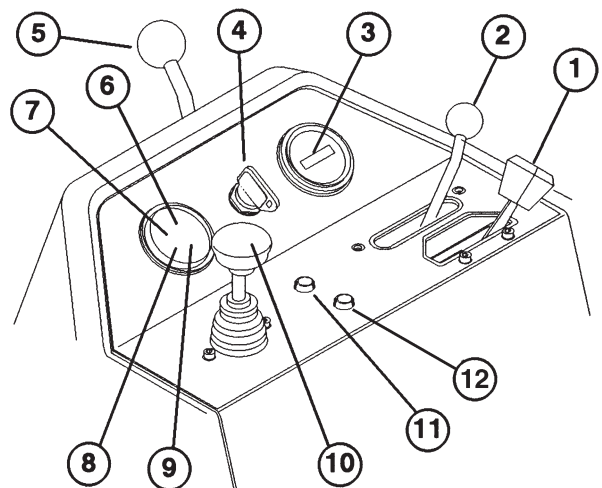

Bild 9
Gashebel (Bild 9)—Mit dem Gashebel wird die Motordrehzahl geregelt. Bewegen des Gashebels in Richtung "FAST" [Schnell] erhöht die Motordrehzahl; Bewegen des Gashebels in Richtung "SLOW" [Langsam] reduziert die Motordrehzahl.
Schalthebel (Bild 9)—Vermittelt zwei (2) Antriebsmöglichkeiten sowie "NEUTRAL" [Leerlauf]. Es ist zulässig, von Mähen auf Transport oder Transport auf Mähen umzuschalten (nicht auf Neutral), während sich der Greensmaster 3250-D bewegt. Daraus folgt kein Systemschaden.
Betriebsstundenzähler (Bild 9)—Zeigt die Betriebsstunden an, die von der Maschine absolviert wurden. Der Betriebsstundenzähler läuft, sobald die Zündung auf EIN gestellt wird.
Zündschloß (Bild 9)—Den Schlüssel in das Schloß stecken und soweit wie möglich nach rechts auf START drehen, um den Motor anzulassen. Sobald der Motor anspringt, den Schlüssel wieder loslassen; dieser geht dann automatisch auf EIN zurück. Den Schlüssel im Gegenuhrzeigersinn auf AUS drehen, um den Motor abzustellen.
Lenksäulensperrhebel (Bild 9)—Den Hebel nach hinten drehen, um die Einstellung zu lockern, die Lenksäule für
Wassertemperaturleuchte (Bild 9)—Diese Lampe leuchtet auf und der Motor stellt sich automatisch ab, wenn die Kühlmitteltemperatur zu hoch geht.
Warnlampe —Wasser im Kraftstoff (Bild 9)—Diese Lampe leuchtet auf, wenn Wasser im Kraftstoff festgestellt wird.
Übersteuerungstaste –Temperatur-hoch-Abstellung (Bild 9)—Wenn sich der Motor infolge zu hoher Temperatur abstellt, ist die Übersteuerungstaste eingedrückt zu halten, bis die Maschine an einen sicheren Ort gebracht werden kann, wo sie sich abkühlen kann.
Glühkerzen-Meldeleuchte (Bild 9)—Aufleuchten dieser Meldelampe zeigt an, daß die Glühkerzen zugeschaltet sind.
Batteriewarnleuchte (Bild 9)—Diese Lampe leuchtet bei unzufriedenstellendem Ladezustand der Batterie auf.
Öldruckleuchte (Bild 9)—Diese Lampe leuchtet auf, wenn der Motoröldruck unter das sichere Niveau fällt.
Anheben/Absenken/Mähen-Schalthebel (Bild 9)—Bewegen dieses Schalthebels nach vorne während des Betriebs senkt die Schnittwerke ab und führt zum Drehen der Spindeln. Den Schalthebel nach hinten ziehen, um die Spindeln zum Stillstand zu bringen und die Schnittwerke anzuheben. Während des Betriebs können die Spindeln abgestellt werden, indem der Schalthebel kurz rückwärts gezogen und dann wieder losgelassen wird. Die Spindeln durch Vorwärtsschieben des Schalthebels wieder zuschalten.